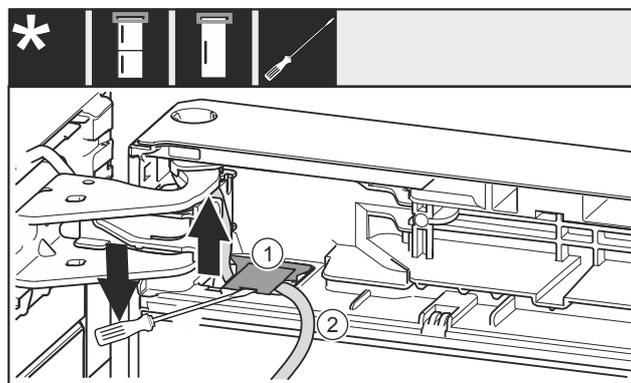

Fig. 23
- ▶ Используя шлицевую отвертку, поднимите и извлеките крышку Fig. 23 (1).
- ▶ Осторожно вытяните кабель Fig. 23 (2).